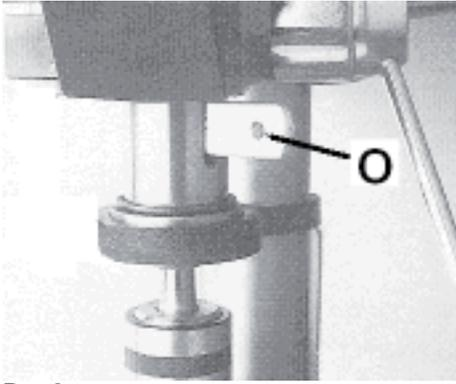

Рис.3
- Вставте клин (O, Рисунок 3) у паз та легко постукайте по ньому, доки патрон не впаде